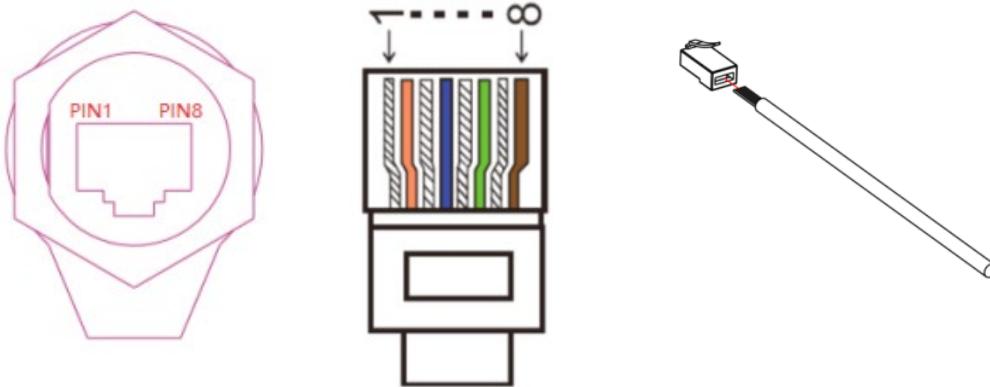

Рисунок 150 – З'єднання інтерфейсу DRM (1)
- 1) Розташуйте дротяні клеми в послідовності кольорів, як зазначено в Рисунок 150.